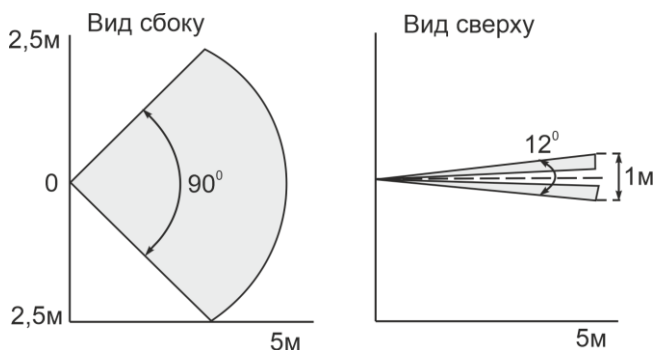

Рисунок 2
2.1 Принцип действия извещателя основан на регистрации изменений потока теплового излучения, возникающих при пересечении человеком чувствительных зон (рисунок 2).